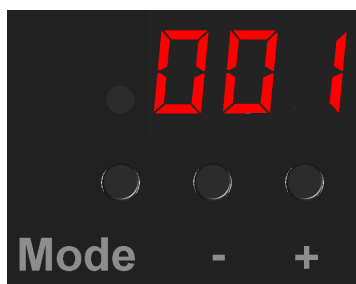

Рис.2
- Включите автоматический выключатель. Устройство готово к работе и на дисплее выводится стартовый адрес (см. Рис.2).